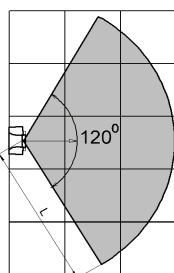

Рисунок 1 – Диаграмма зоны обнаружения АК канала
- при выборе места установки следует принимать во внимание диаграмму направленности извещателя (рисунок 1);